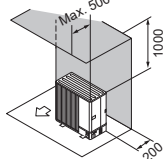

Fig. 2-10
- (2) Ostruzioni o superfici chiuse solo sul retro e sopra (Fig. 2-10)